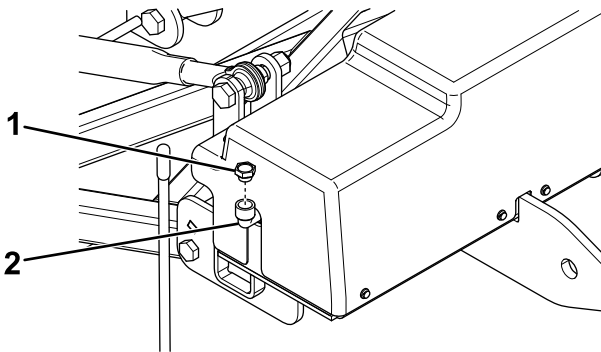

Bild 25
2. Reinigen Sie den Bereich um den Fülldeckel (Bild 25).
3. Nehmen Sie den Fülldeckel vom Hydraulikbehälter ab (Bild 25).
4. Füllen Sie den Behälter langsam bis zum Füllkrümmer mit Hochleistungshydrauliköl von BOSS (Bild 25).